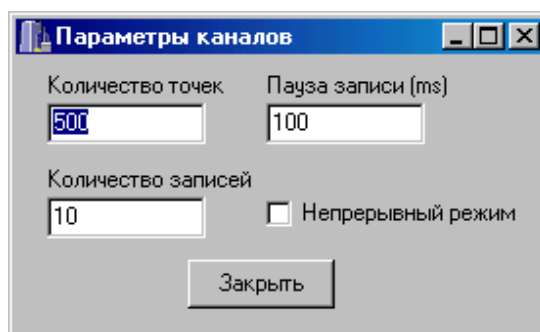

Рис. 2.8 Диалог параметров регистратора
Архив осциллограмм, сформированных при автоматической регистрации параметров, находится в каталоге “Archiv“, в файлах, имена которых соответствуют времени окончания процесса регистрации для каждого файла. Количество этих файлов и время регистрации каждого архива может быть настроено оператором по своему усмотрению с помощью диалога рис. 2.8
2.4.14. Меню параметров регистратора вызывается с помощью нажатия на кнопку «». В ответ на ее нажатие выводится диалог, представленный на рис. 2.8